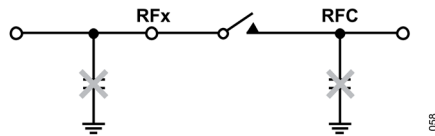

図 74. 大きなコンデンサを直接スイッチに接続することは避けます
- ▶ 容量性の終端を直接スイッチに接続することは避けてください (図 74 参照)。シャント・コンデンサに電荷が保存されると、スイッチのオープン時またはクローズ時にホット・スイッチング・イベントが発生し、スイッチの寿命に影響を与えることがあります。